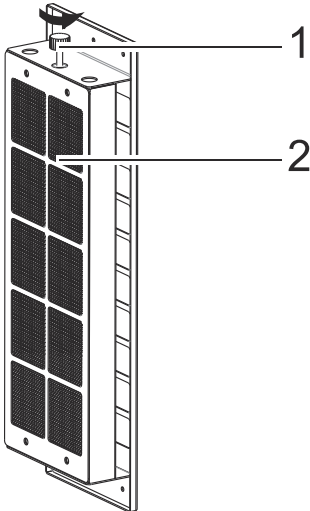

Fig. 6
2. ➡ Ta bort ramen från kolfiltret genom att ta bort skruven (Fig. 6).